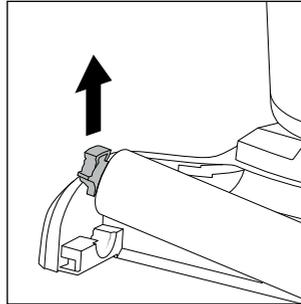

Fig. 34
- ◆ Prindeți suportul din stânga rolei perie **6** și trageți-l în sus pentru a îndepărta rola perie din bază **3** (a se vedea fig. 34).